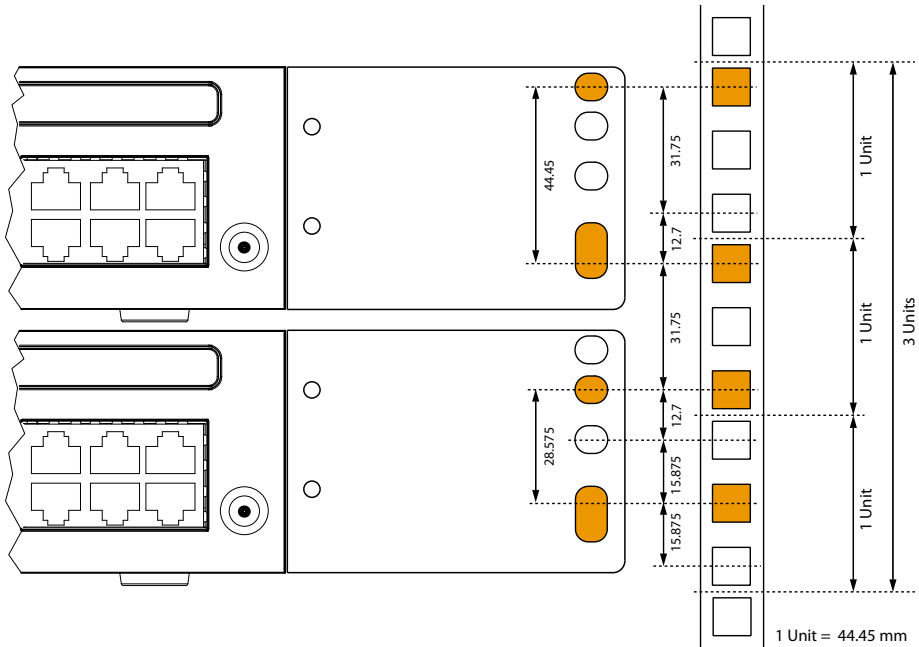

Fig. 16 Platzierung von 2 Kommunikationsservern übereinander in einem 19-Zoll-Rack
- Die Löcher in den Montageplatten erlauben das Platzieren von 2 Kommunikationsservern direkt übereinander mit einem Platzbedarf von 3 Units. Dabei werden unterschiedliche Löcher der Montageplatten verwendet (siehe Fig. 16).
7. Klemmen Sie die Käfigmuttern an den geeigneten Stellen in die Befestigungsschienen des Racks (siehe Fig. 16).